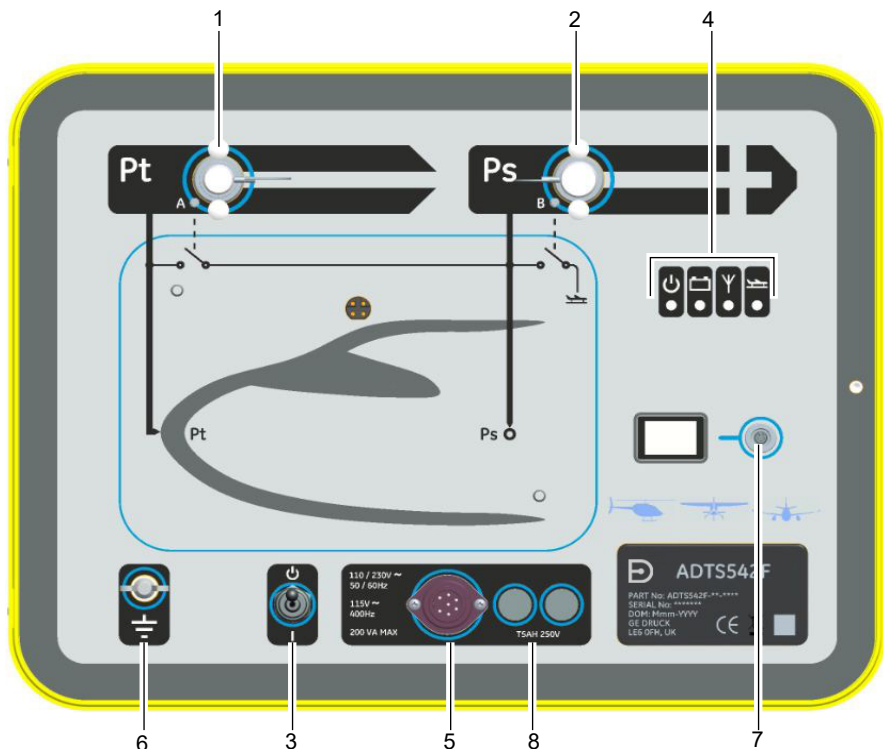

Рисунок 6: Передняя панель ADTS542F
Два предохранителя с большой отключающей способностью (8) (см. Рисунок 6) в держателях находятся на передней панели и служат для защиты оборудования. Предохранители включены в активную и нейтральную питающую линию и имеют следующую маркировку: T5AH 250 В.
3.1 Проверка при включении (см. Рисунок 6)